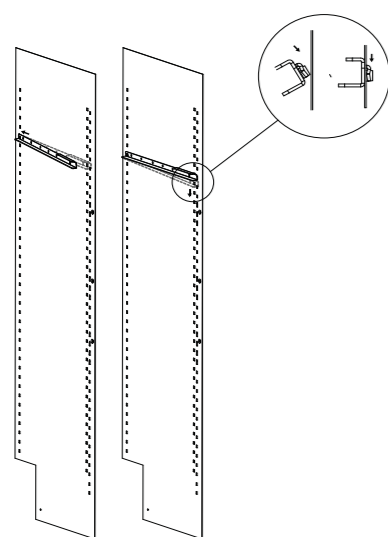
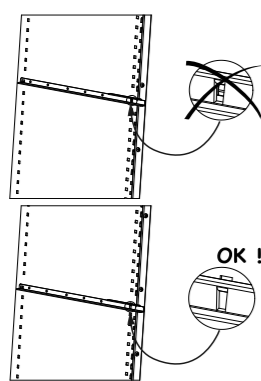

Abbildung 1
Abbildung 2
1. Schieben Sie 2 Führungsschienen in die hierfür vorgesehene Führungsrille. Platzieren Sie für jedes Regal eine Schiene rechts und eine Schiene links (siehe Abbildung 1). Achten Sie darauf, die Schienen an der richtigen Stelle einzuschieben (siehe Abbildung 2).